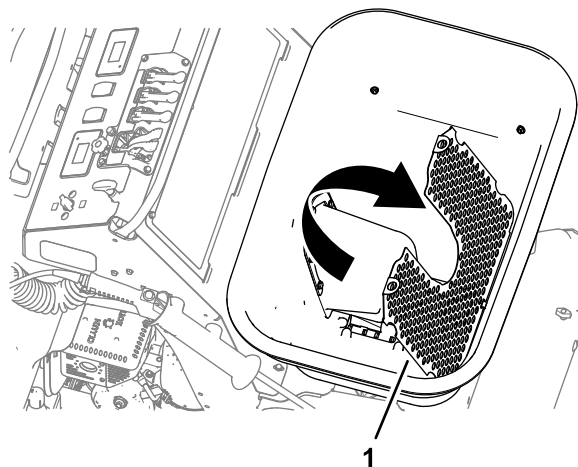

Figure 61
5. Basculez le filtre au bas de la trémie vers l'avant pour nettoyer les composants au bas de la trémie (Figure 61).